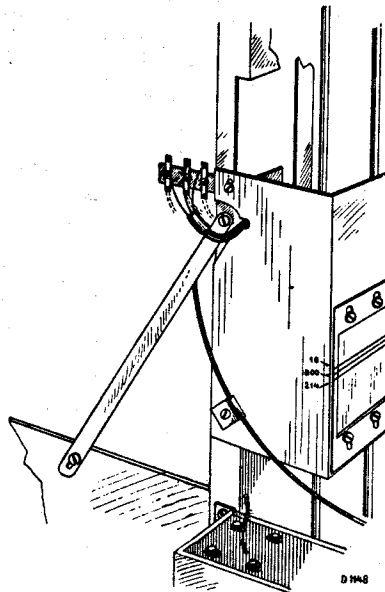

Fig. 8
4. Schaalmaal aan toestel bevestigen als aangegeven in fig. 8.